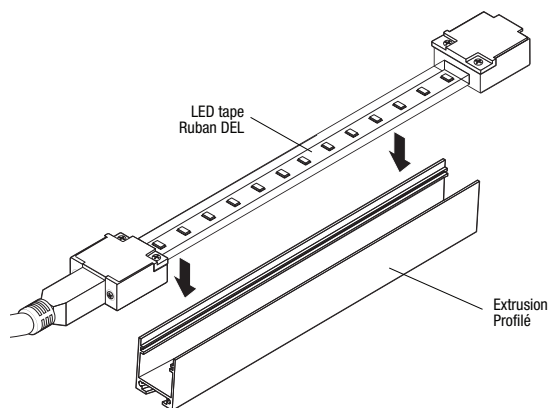

Fig. 6.1
2. Install the LED tape into the reflector (Fig. 6.1).
2. Installer le ruban DEL dans le reflecteur (Fig. 6.1).